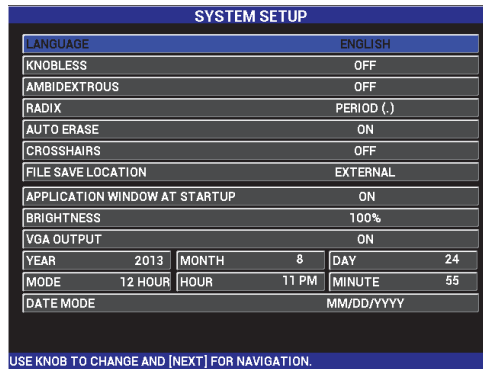

Abbildung 3-1 Fenster SYSTEMKONFIG.
1. Drücken Sie zweimal die Menütaste ADV SETUP () und dann die Funktionstaste B, um das Fenster **SYSTEMKONFIG.** aufzurufen (siehe Abbildung 3-1 auf Seite 72).
3. Heben Sie im Fenster **SYSTEMKONFIG.** (siehe Abbildung 3-1 auf Seite 72) mit der Taste FULL NEXT () den gewünschten Parameter hervor und wählen Sie dann mit dem Drehknopf den Wert aus: